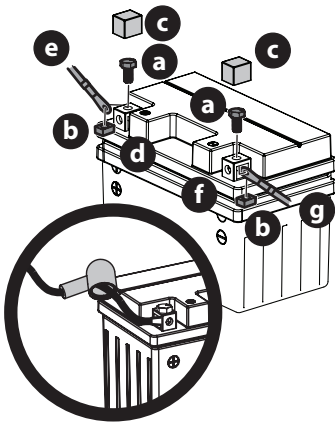

Figura 11
1. Extraiga los tornillos hexagonales (a) y las tuercas cuadradas (b) situados en el extremo del arnés de cables o en la bolsa que acompaña a este manual. Guarde los herrajes para uso posterior (Figura 11).
2. Retire la cubierta plástica (c), si está presente, del borne positivo de la batería (d) y una el cable rojo (e) al borne positivo de la batería (b) utilizando uno de los tornillos hexagonales (a) y las tuercas cuadradas (b) que se extrajeron en el paso 1. Use un destornillador Philips (Figura 11).
3. Coloque el capuchón de caucho rojo por encima del borne positivo de la batería para protegerlo contra la corrosión. (Figura 11 inserto).
4. Retire la cubierta plástica (c), si está presente, del borne negativo de la batería (f) y una el cable negro (g) al borne negativo de la batería (f) utilizando el tornillo hexagonal restante (a) y la tuerca cuadrada (b) (Figura 11).